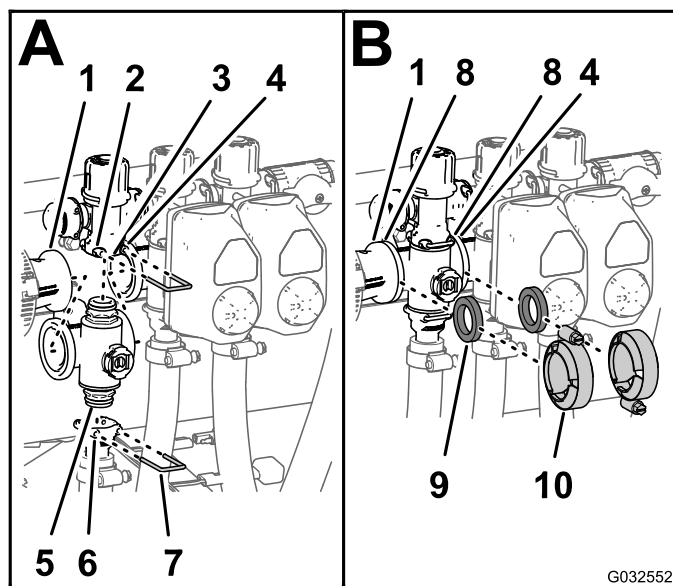

Рисунок 116
- Вставьте верхний штуцер торцевой крышки коллекторного клапана в перепускной штуцер (Рисунок 116 А).
- Закрепите штуцер торцевой крышки на перепускном штуцере, вставив держатель в гнездо перепускного штуцера (Рисунок 116 А).
- Установите выпускной штуцер на нижний штуцер торцевой крышки коллекторного клапана (Рисунок 116 А).
- Закрепите штуцер торцевой крышки на выпускном штуцере, вставив держатель в гнездо выпускного штуцера (Рисунок 116 А).
- Установите уплотнительную прокладку между фланцами переходной муфты и коллектором клапана секции (Рисунок 116 В).
- Смонтируйте переходную муфту, уплотнительную прокладку и коллектор клапана секции с помощью хомута, затянув его вручную (Рисунок 116 В).
- При установке двух крайних левых клапанов секций установите уплотнительную прокладку между фланцами двух соседних коллекторов клапанов секций (Рисунок 116 В).
прокладку с помощью хомута, затянув хомут вручную (Рисунок 116 В).